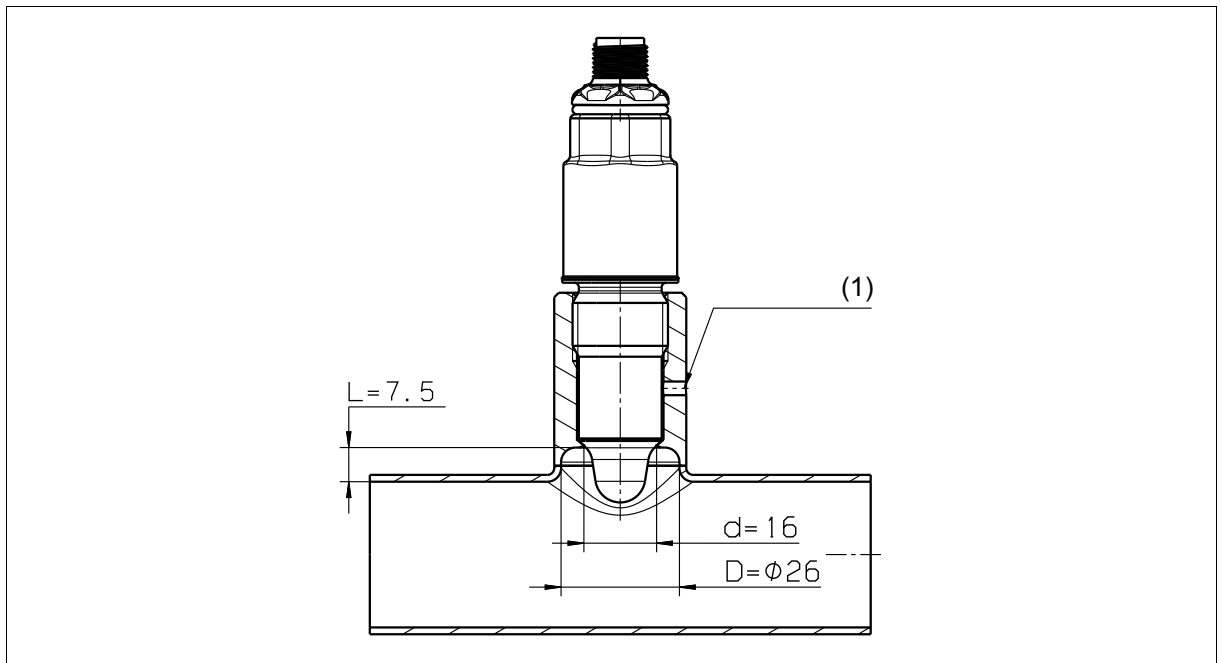

Abb. 5-3 Totraumvermeidung in der Messstelle
- Totraumfreier Einbau ist berücksichtigt, damit während der Reinigung die Messstelle vollständig mit Reinigungsmittel erfasst wird, siehe Abb. 5-3.